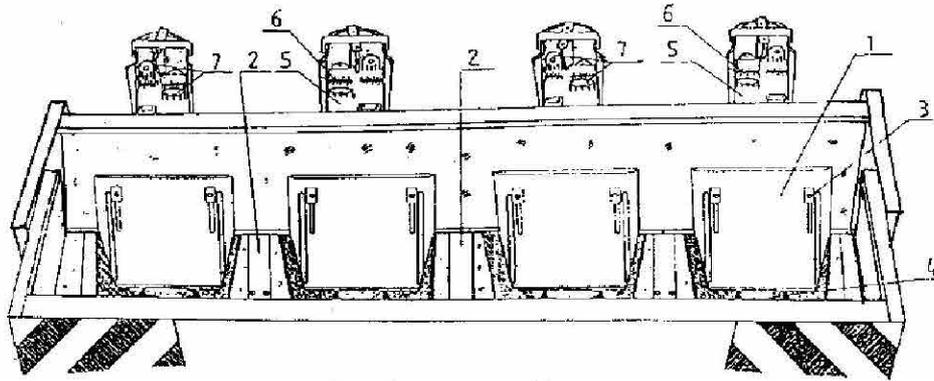

Abb. 4. Pflanzkartoffel-Behälter
Einer der Faktoren, die die Legequalität wesentlich beeinflussen, ist die Menge der Pflanzkartoffeln in der Auspflanzkammer. Aus dieser Kammer werden Pflanzkartoffeln mittels Bandbecher bezogen. Eine nicht ausreichende Befüllung kann zu Durchlässen führen, weil nicht alle Becher Pflanzkartoffeln beziehen werden. Eine übermäßige Befüllung kann wiederum die Gleitung des Becherbandes sowie eine Beschädigung der Pflanzkartoffeln verursachen (Brechen der Keime bei angeregten Pflanzknollen). Die Größe des Dosierspaltes soll während der Legung auf einer Probestrecke eingestellt werden, nach dem Prinzip: Je größer die Pflanzkartoffel desto größer auch der Spalt. Die Regulierung des Spaltes erfolgt durch die Verstellung des Schiebers (1, Abb.4) nachdem die Flügelschraubenmutter (3) gelöst worden sind. Nach der Spalteinstellung sind die Muttern zuzuziehen.